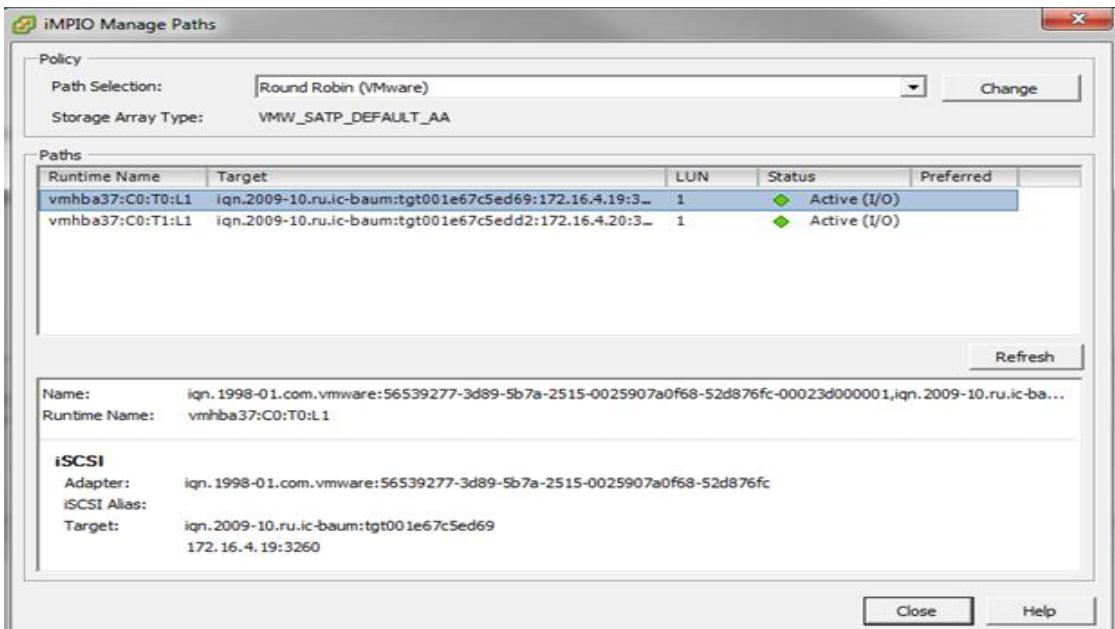

Рисунок 119. Manage Paths ESXI
5. В пункте Path Selection выберите Round Robin (см. Рисунок 119).